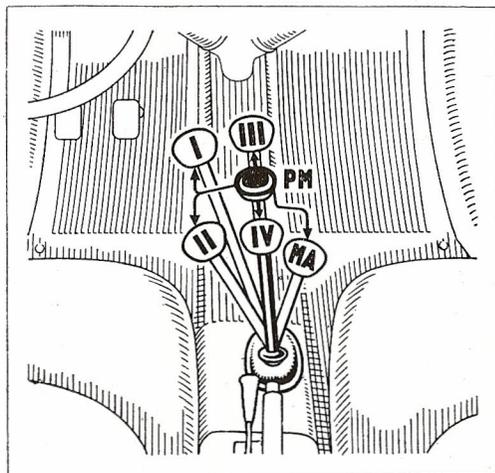

Fig. 19. — Posiciones de la palanca de cambio.
- llevar la palanca del cambio en punto muerto: en esta posición la palanca puede oscilar libremente en ambas direcciones (fig. 19);
Para poner en marcha el vehículo, se pisa a fondo el pedal izquierdo (embrague) y se desplaza la palanca del cambio en posición de I velocidad (ver fig. 19). A continuación se afloja completamente el freno de mano. Sucesivamente se deja que el pedal de embrague se levante lentamente, hasta que el vehículo se ponga en movimiento. En este momento se abandona del todo el pedal de embrague y al mismo tiempo se pisa convenientemente el pedal del acelerador hasta alcanzar una velocidad de 15 km/h aproximadamente, suficiente para pasar a la II velocidad. Si se necesita poner en marcha el coche en camino cuesta arriba, es necesario aflojar el freno, embragar y acelerar simultáneamente.